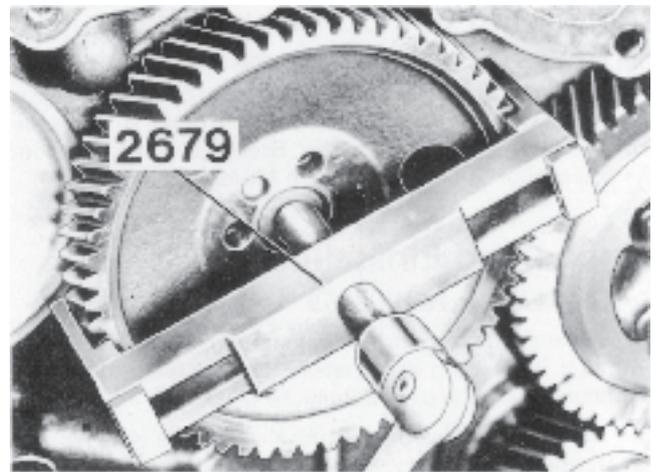

Fig. 71. Démontage du pignon d'arbre à cames
6. Démontez le pignon d'arbre à cames après avoir enlevé les trois vis de fixation. En cas des difficultés, se servir de l'extracteur 2679 comme le montre la figure 71. Procéder de la même manière pour le pignon de commande de la pompe d'injection.
6. Déposer le pignon d'arbre à cames. Au besoin, utiliser l'extracteur 2679 (figure 71).